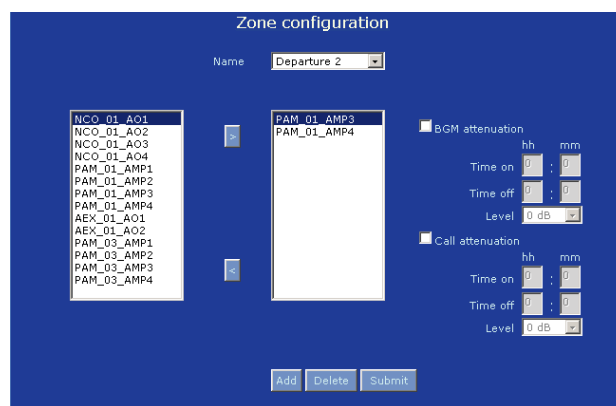

figura 34.11: Cancellazione zona, passaggio 2.
- 2 Selezionare la zona che deve essere cancellata dall'elenco a discesa *Name*. Ad esempio, *Departure 2* (vedere figura 34.11)